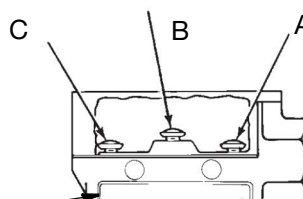

图 16: 线路开关
7. 将开关转换接头 (304a) 放入开关 (304) 中并牢固拧紧。
9. 安装盖子 (9) 在液箱 (11) 上。
10. 根据当地的电气法规为开关 (304) 接线。参考接线图 (图 16)。